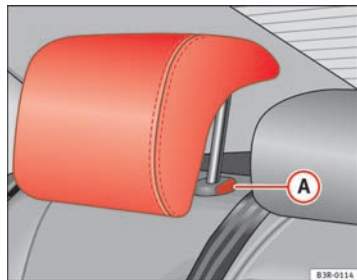

Fig. 5 Sedili posteriori esterni: Poggiatesta
- Premere il pulsante **A** ⇒ fig. 5 e abbassare il poggiatesta.
- Premere il tasto **(A)** ⇒ fig. 5) ed estrarre contemporaneamente il poggiatesta.